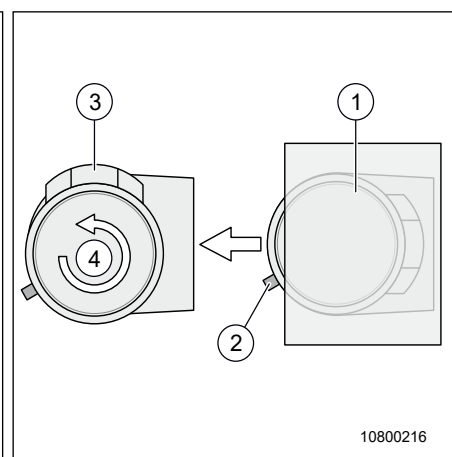

Fig. 69 Points de verrouillage du WC
1. Déverrouiller le WC en soulevant le levier d'encliquetage (Fig. 69, pos. 2).
2. Sortir le WC de la paroi (Fig. 69, pos. 1) jusqu'au point d'encliquetage 2 (Fig. 69, pos. 3).
3. Tourner le siège WC (Fig. 69, pos. 4) vers l'avant.
- Point d'encliquetage 1 : position de rangement pour prendre une douche ou pour se laver (Fig. 69, pos. 1).
- Point d'encliquetage 2 : position pour retirer la cassette et pour aller aux toilettes (Fig. 69, pos. 3).
- Le WC doit toujours être rentré pour le voyage (Fig. 69, pos. 1).
- Selon le véhicule, la lunette de WC doit se trouver en position (Fig. 67, pos. 2) ou (Fig. 69, pos. 3), sinon il y a risque de détérioration au niveau de la toilette ou de la cassette en l'enlevant.
2. Selon le véhicule, amener la toilette en position de prélèvement (Fig. 67, pos. 2) ou (Fig. 69, pos. 3).